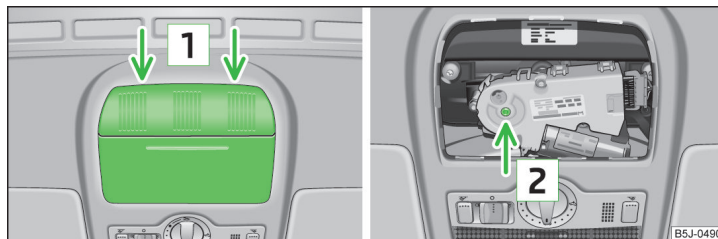

Fig. 39 Punto de apoyo del destornillador/orificio para apoyar la llave
- Introduzca cuidadosamente un destornillador de unos 5 mm de anchura en la ranura, en los puntos indicados con flechas **1** » fig. 39.